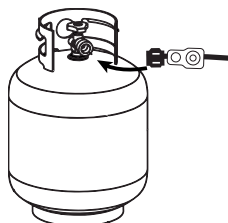

Figure 10 - Raccordez le réservoir de propane
6. Raccordez le tuyau GPL au réservoir de propane. Vissez le raccord d'écrou ACME ouvert sur votre réservoir de propane (voir la figure 10 ci-dessous).